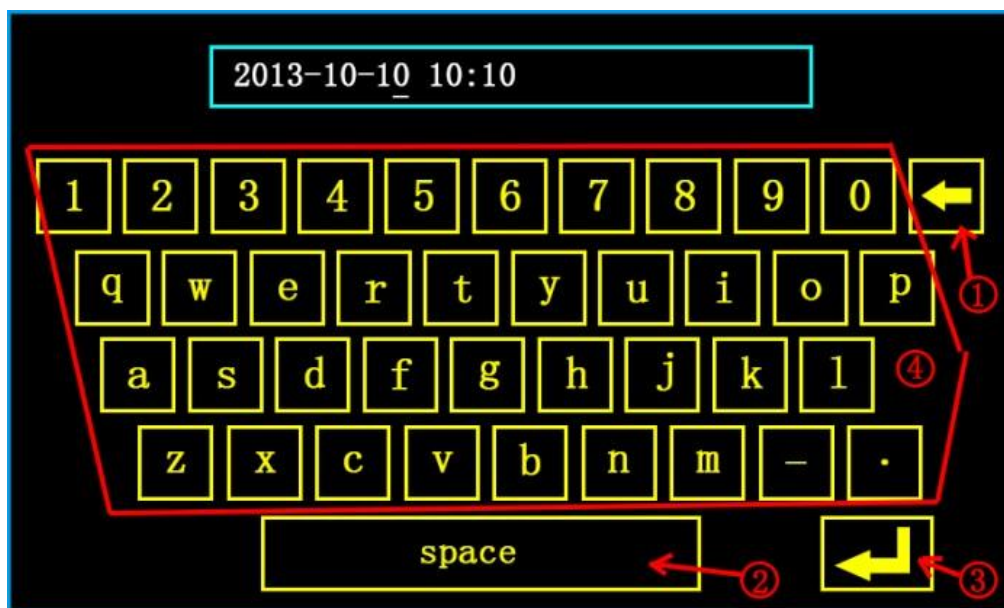

图 3.3 键盘界面
- (1) ID 号不可更改，每台仪器的 ID 号不同；
- (2) 点击时间显示框弹出时间键盘，如图 3.3 所示，点击键盘上的数字将更改光标闪烁对应的时间位，若对光标前面的某一位进行了错误修改，可以点击回车删除键返回修改，修改完成后点击回车键返回到仪器设置页面；
- (3) 点击语言显示框，使中文界面和英文界面相互切换；
- (4) 点击亮度显示框左侧降低显示亮度，点击右侧增加显示亮度；
- (5) 点击浓度显示框左侧降低打印浓度，点击右侧增加打印浓度；
- (6) 以上各项设置完成后必须点击“确定”按钮，否则这些设置不会保存。